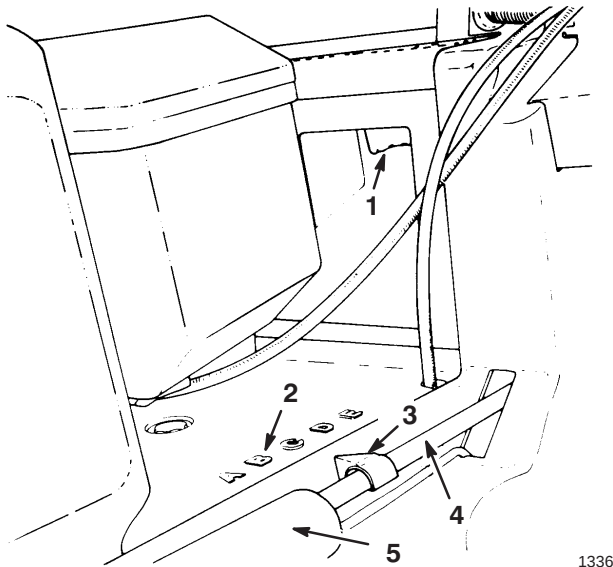

Bild 4
Die folgenden Maßnahmen treten anstelle von Schritt 3, Bild 4 sowie Anmerkung "Einstellen der Schnitthöhe" auf Ihrem Bedienungsanleitungsblatt, Form Nr. 3320–832 GR, in Kraft. Wir empfehlen, daß Sie diese Unterlage mit Ihrer Bedienungsanleitung aufbewahren, so daß Sie im Sinne des sicheren Betriebs und angemessener Wartungsmaßnahmen darauf Bezug nehmen können.
3. Den Hebel für die schnitthöheneinstellung mit einem oder zwei Fingern drücken (Abb. 4).